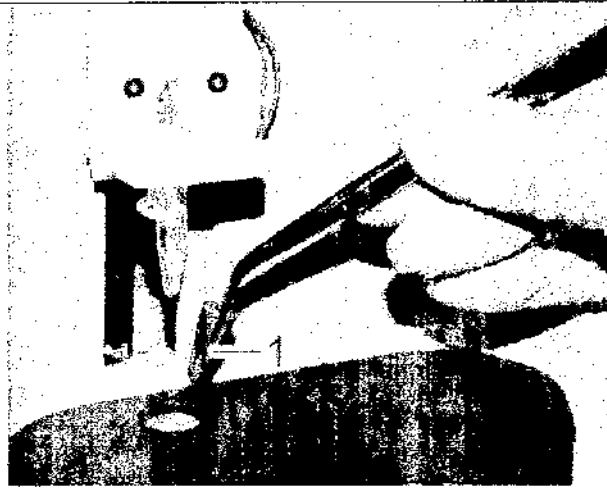

Рис. 81: Установка регулировочного инструмента
15. С помощью шприца установить регулировочный инструмент (рис. 81/1) в отверстие нижней системы охлаждения.